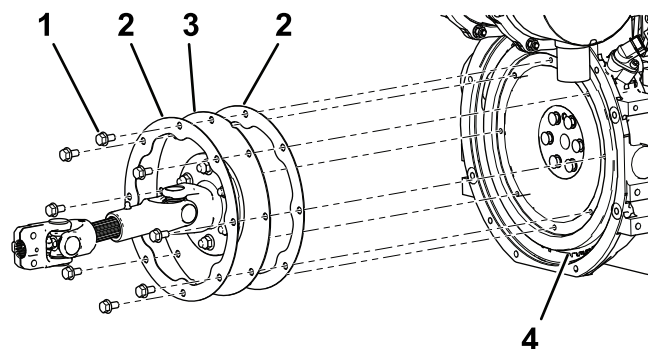

図 4
9. 新しい駆動シャフトの大きい方の端部それぞれに、バックアップリングを取り付ける図 4。
10. 新しい駆動シャフトの大きい方の端部の穴とバックアップリングの穴を、エンジンのフライホイールの穴に合わせる図 4。
11. キット付属品である短いフランジヘッドキャップスクリュ8本のねじ山に中程度のロックングコンパウンド除去可能なタイプを塗りつける図 4。
12. 駆動シャフトとバックアップリングをフライホイールに固定するフランジヘッドキャップスクリュ8本を使用する図 4。